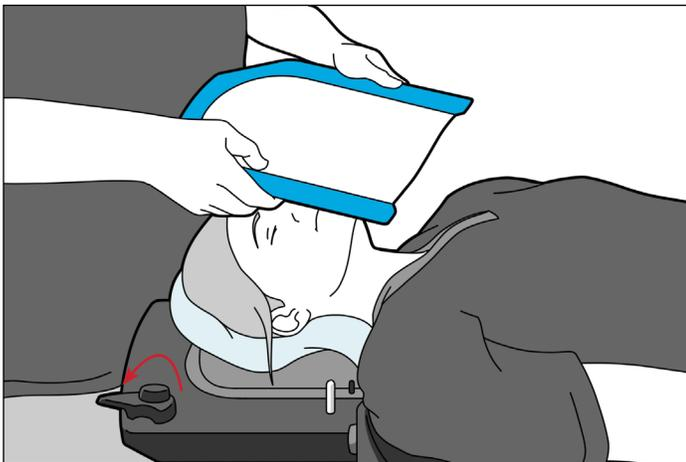

Abb. 2
1. Drehen Sie alle Maskenverriegelungen, bis das spitze Ende von der Mitte des AccuFix weg zeigt (Abb. 2).
2. Legen Sie dem Patienten die Maske an und richten Sie die Zapfen am U-Rahmen an den Befestigungsbohrungen im AccuFix aus (Abb. 2).